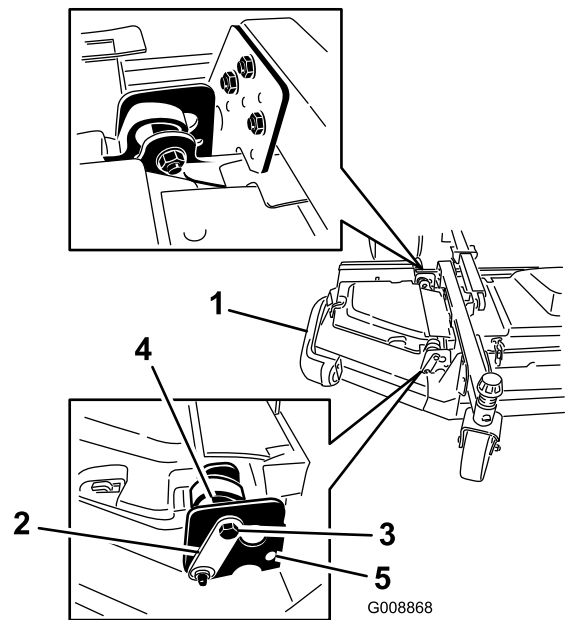

Bild 7
2. Lösen Sie die Schrauben und Muttern, mit denen die zwei Exzenterdistanzstücke an den Flügeln befestigt sind (Bild 7).
4. Drehen Sie den hinteren Exzenter (welcher der Zugmaschine am nächsten ist), bis die äußere Messerspitze ungefähr 3 mm höher ist als die gewünschte Schnitthöhe (Bild 7).